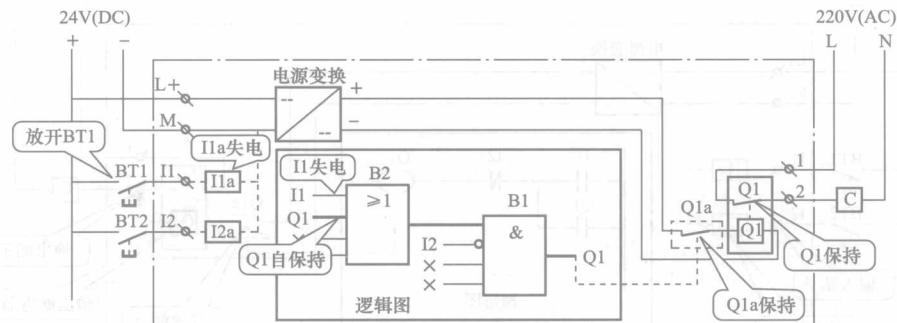

图 1-15 程序自保持
3) 在 B1 与 B2 形成自保持后, 即便是松开 BT1, Q1 仍是在置位启动状态, 如图 1-15 所示。